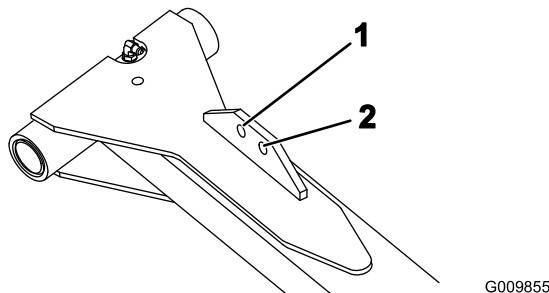

Figura 7
8. Fissate l'altra estremità della catena di sollevamento al foro nell'aletta di montaggio del braccio di sollevamento con perni con testa e coppiglie. Utilizzate il foro appropriato del braccio di sollevamento, come indicato in Figura 7.